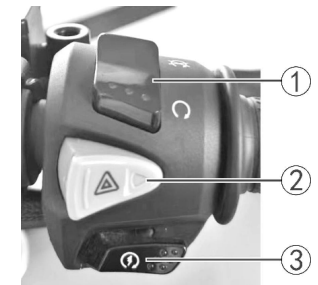

Abbildung 7
Abschaltschalter (1) (Abb. 7)
Startschalter (3) (Abb. 7)